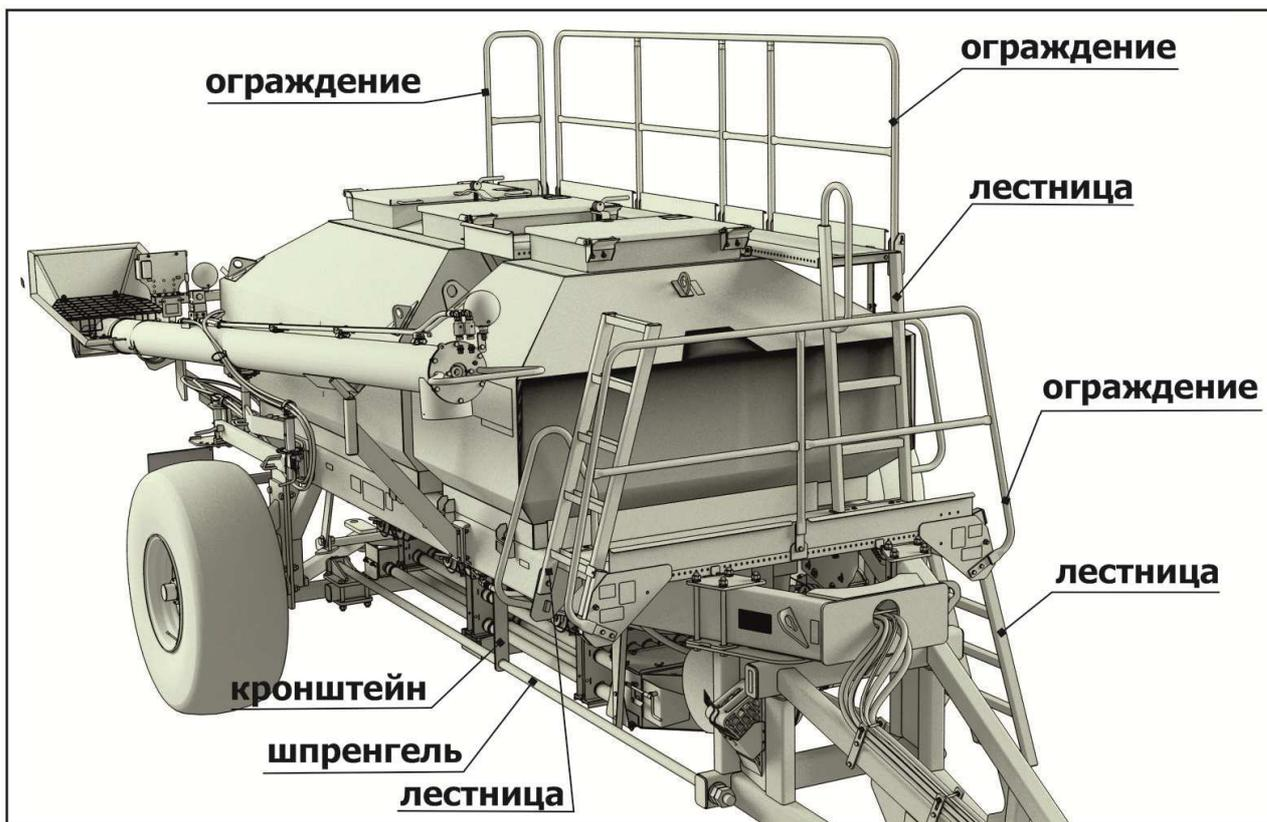

Рисунок 5.3 – Досборка
- 7) собрать шпренгели, затем установить их на агрегат (рисунок 5.3);
- 8) прикрепить лестницы, ограждения (рисунок 5.3);
- 9) установить шнек загрузочный (рисунок 5.3);